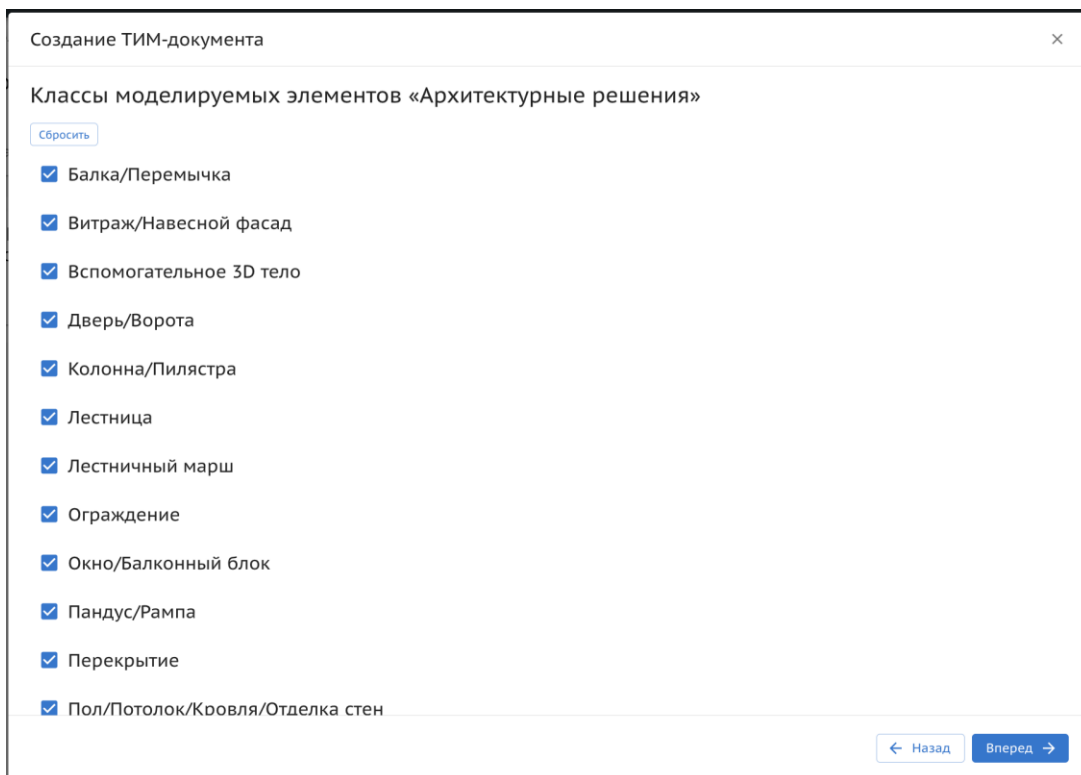

Рисунок 23. Выбор классов моделируемых элементов.
6) Для каждого из выбранных разделов выбрать необходимое количество классов моделируемых элементов. После выбора классов для одного раздела нажать “Вперед” для выбора классов следующего раздела (Рисунок 23);